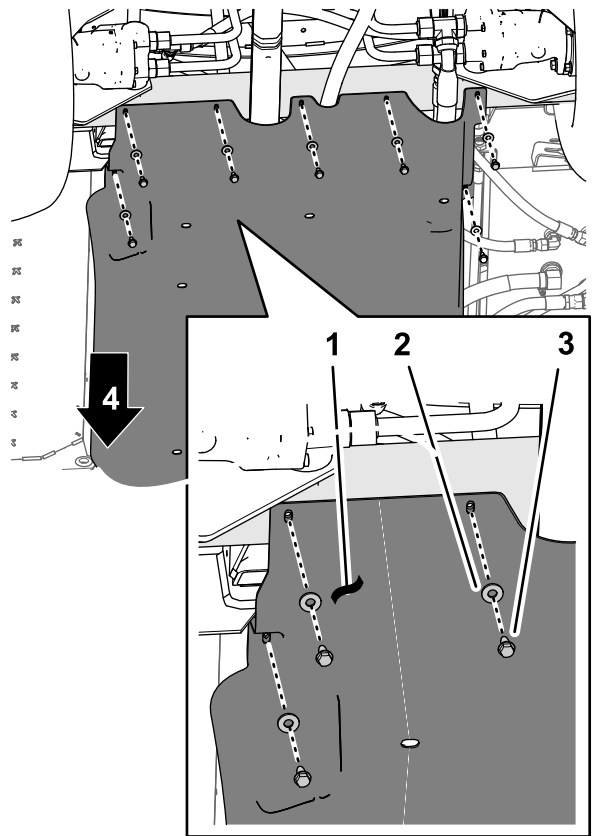
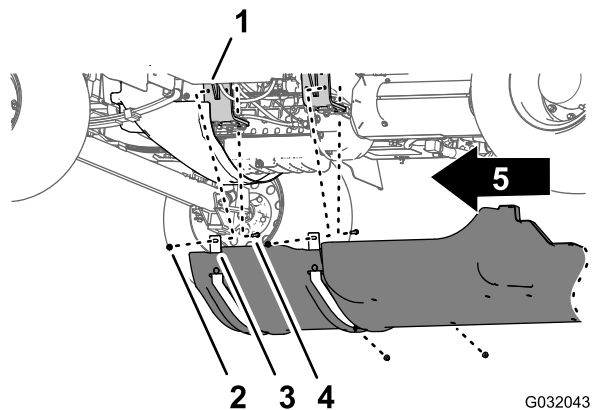

图 44
图 45
2. 从将下机架保护罩支撑箍带固定至机器发动机安装支架上的螺栓和下机架螺栓拧下 4 个凸缘锁紧螺母 5/16 英寸图 45。
1. 拆下将下机架保护罩后部固定至机器底盘上的 7 个凸缘头螺栓 5/16 x 7/8 英寸和 7 个垫圈 5/16 英寸图 44。
4. 从机器上拆下下机架保护罩图 44 和 图 45。